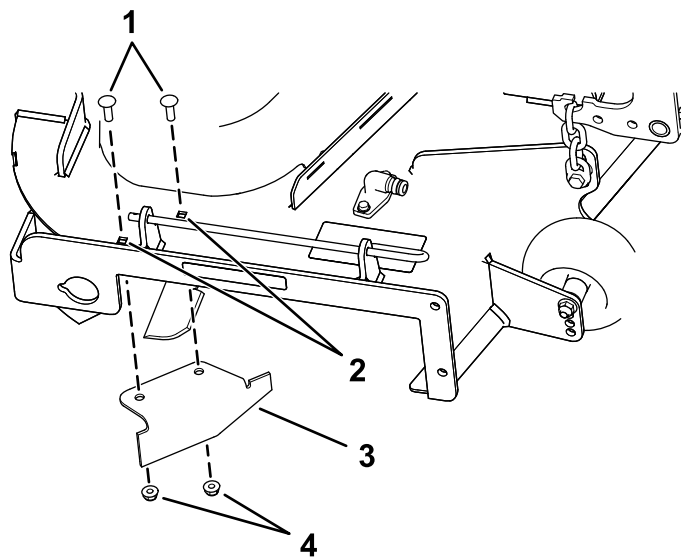

Figure 33
- Localisez le déflecteur d'ouverture dans le sachet des pièces détachées et retirez les fixations des trous arrière de la plaque d'éjection (Figure 33).